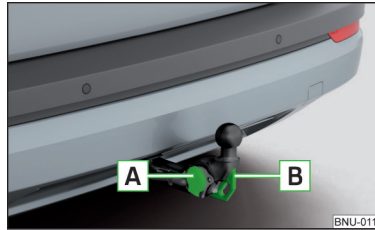

Abb. 298
- Die Abdeckkappe der Steckdose aufklappen und den Stecker des Anhängers (des Zubehörs) in die 13-polige Steckdose **A** einstecken » Abb. 298. (Wenn der Anhänger/das Zubehör über einen 7-poligen Stecker verfügt, einen Adapter aus dem ŠKODA Original Zubehör verwenden).